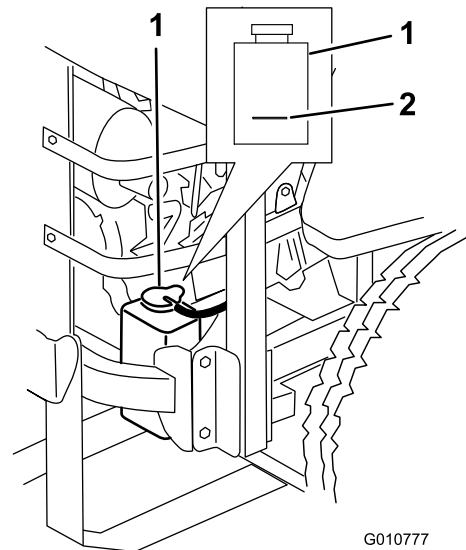

Figure 58
2. Lorsque le moteur est froid, vérifiez le niveau de liquide dans le vase d'expansion. Le liquide doit atteindre la bosse à l'extérieur du vase d'expansion (Figure 58).
3. Si le niveau de liquide est insuffisant, versez un mélange 50/50 d'antigel longue durée/Dex-Cool® et d'eau dans le vase d'expansion (Figure 58).
4. Versez une quantité suffisante de mélange 50/50 dans le vase d'expansion pour atteindre le trait de repère (Figure 58).